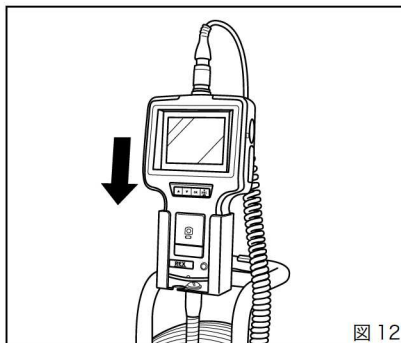

図 12
②モニタホルダーにモニタ本体を動かさないように取り付け、モニタホルダーを見やすい位置に固定してください。(図 12)